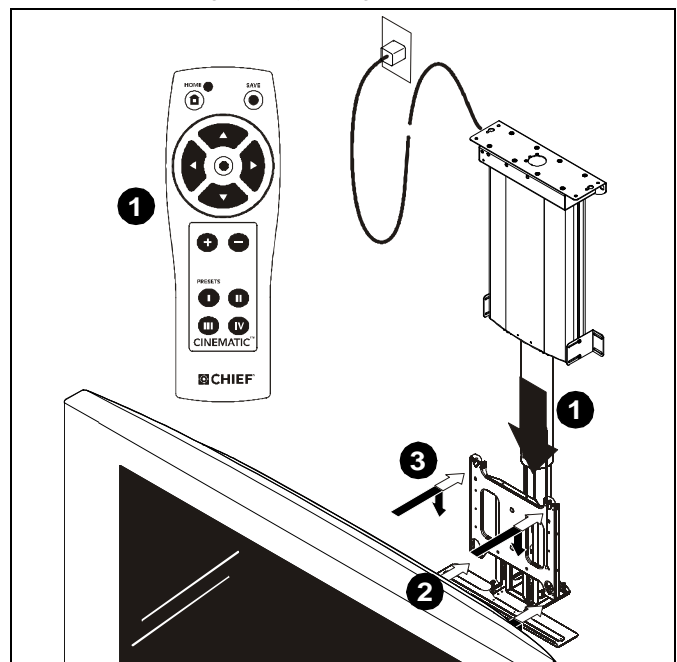
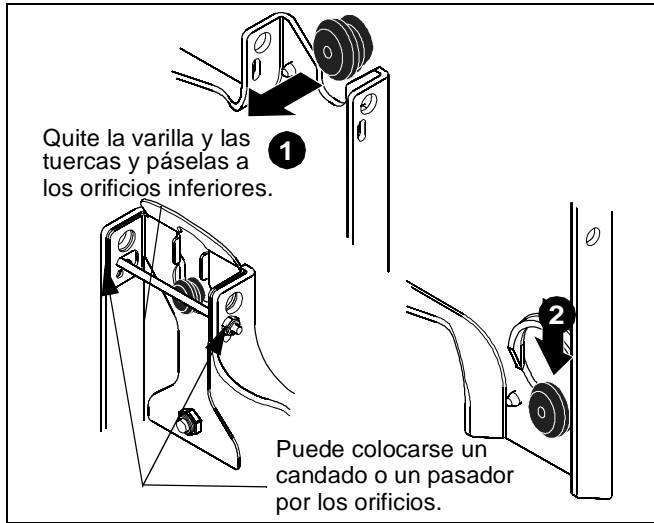

Figura 18
Figura 19
2. Sosteniendo el televisor de ambos lados, alinee los cuatro pernos de montaje del televisor o de la placa de conexión con los cuatro orificios de montaje de la placa frontal. (Consulte la Figura 18 y la Figura 19).
3. Baje el televisor para colocarlo en su lugar. Oirá un clic que le indicará que el área hendida de los pernos de montaje encajó correctamente en la parte inferior de los orificios de montaje y que el mecanismo de bloqueo ha enganchado. (Consulte la Figura 18 y la Figura 19).
NOTA: La placa frontal cuenta con orificios para utilizar un candado o un dispositivo de bloqueo similar si el usuario lo desea. Asimismo, la varilla y las tuercas pueden pasarse de los orificios superiores a los inferiores a fin de utilizarlos como dispositivo de bloqueo más permanente. (Consulte la Figura 19).